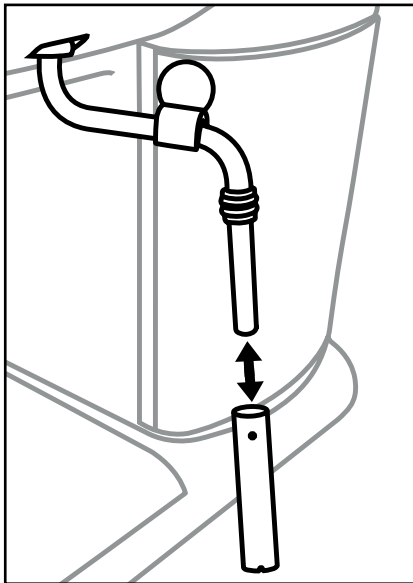

Abbildung 1
- 1) Stellen Sie einen leeren Behälter unter den Milchaufschäumer **⑥**.
- 2) Drehen Sie den Dampfregler **②** direkt nach dem Gebrauch auf „☹“ und lassen Sie einige Sekunden Dampf entweichen.
- 3) Drehen Sie den Dampfregler **②** zu (bis zum Anschlag in Richtung „0“ drehen), schalten Sie das Gerät aus und ziehen Sie den Netzstecker.
- 5) Ziehen Sie die Hülle des Milchaufschäumers **⑥** ab (Abbildung 1) und reinigen Sie diese sorgfältig im warmen Wasser.
- 7) Schieben Sie die Hülle wieder auf die Düse (Abbildung 1).